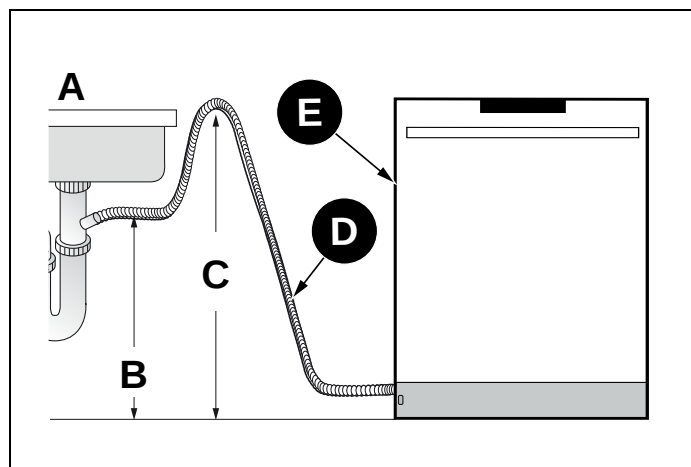

Fig. 18
- 5) S'il n'y a pas de dispositif anti-refoulement, assurez-vous de suspendre le milieu du tuyau de vidange bien au-dessus de la base du meuble évier pour éviter tout reflux (voir Fig. 18).